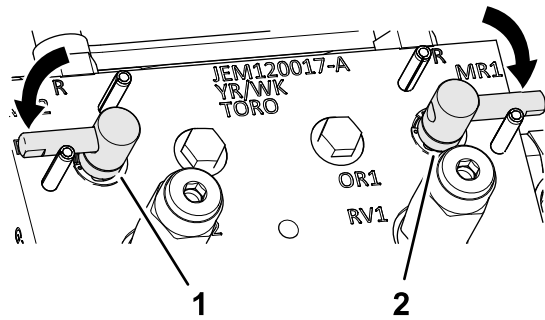

Figura 110
3. Mova as alavancas de afiação para a posição F (cortar) (Figura 110).